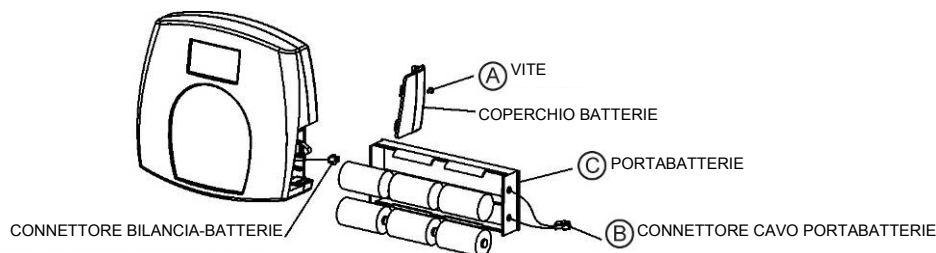

Figura 3 - Batterie
2. Inserire le batterie nel portabatterie (vedi Figura 3).
2. Rimuovere il coperchio del portabatterie dal display – vedi Figura 3 (A).
3. Scollegare il connettore del cavo del portabatterie dal connettore bilancia-batterie (B).
4. Rimuovere con cautela il portabatterie (C) facendolo scorrere fuori del display.
6. Fare scorrere con cautela il portabatterie (C) nel display.
7. Collegare il connettore del cavo del portabatterie al connettore bilancia-batterie (B).
8. Fissare il coperchio del portabatterie al display mediante la vite (A).